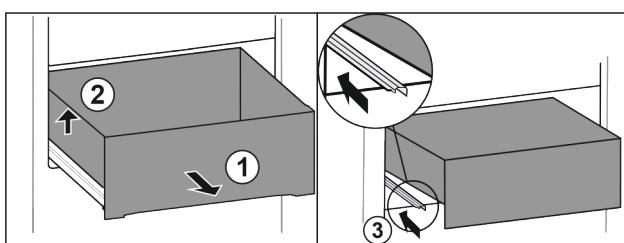

Fig. 71
- Витягніть висувний ящик до упору. Fig. 71 (1)
- Підняти висувний ящик ліворуч. Fig. 71 (2)
- Вставити ліву рейку. Fig. 71 (3)